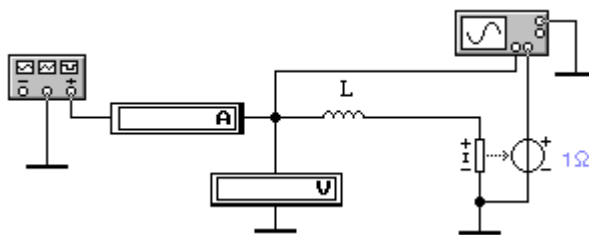

Рисунок 2 - Схема исследования цепи с идеальной индуктивной катушкой
1. Собрать схему электрической цепи (рисунок 2).